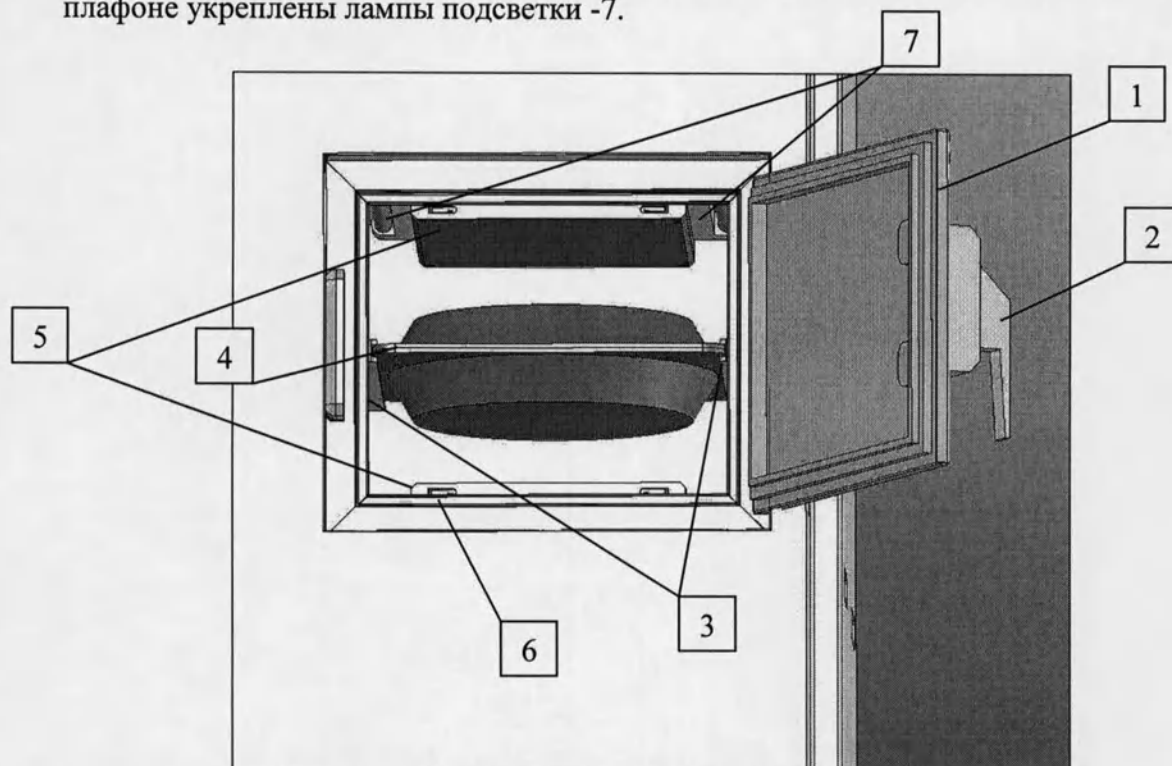

Рисунок 2. Внешний вид камеры облучения.
1.2.3 Камера облучения (рисунок 2) имеет открывающуюся дверь -1 с ручкой-замком -2, защищённую листом свинца толщиной 12 мм. Внутри камеры на её боковых поверхностях укреплены полозья - 3 для лотка -4 с облучаемым материалом. На верхней и нижней поверхности камеры укреплены плафоны -5, закрывающие отверстия для выхода пучка рентгеновского излучения от рентгеновских трубок. На плафонах укреплены блокировочные переключатели БК1-БК4 -6. На верхнем плафоне укреплены лампы подсветки -7.
КО (рисунок 2) предназначена для облучения донорской крови и её компонентов, защиты персонала от рентгеновского излучения в процессе облучения, а также для размещения облучаемого материала в радиационном поле, создаваемым рентгеновскими трубками. С этой целью она снабжена двумя отверстиями для ввода пучка рентгеновского излучения от блоков с рентгеновскими трубками и защищена совместно с блоками с рентгеновскими трубками свинцовыми стенками толщиной 12 мм и 6 мм, а также свинцовой дверью толщиной 12 мм. Дверь снабжена ручкой-замком с ключами и блокирующей кнопкой. Для размещения облучаемого материала внутри камеры используется лоток, в который можно разместить до 3-х литров донорской крови в упаковке из пластиковых пакетов от 300 мл до 500 мл или в упаковке с иным объёмом. Лоток устанавливается в геометрическом центре камеры при помощи направляющих, расположенных на боковых поверхностях камеры. Внутренний объём камеры составляет около 41.5 литра, а внутренние размеры: 382х320х340 мм. Это позволяет разместить внутри камеры кроме облучаемого материала две ионизационные камеры, подключённые к дозиметру и закрытые пластиковыми плафонами. Ионизационные камеры позволяют измерять дозу облучения рентгеновских трубок для контроля повторяемости выработки дозы облучения и контроля эмиссии рентгеновских трубок в процессе эксплуатации. Дополнительно для проведения работ по обслуживанию на нижнем плафоне укреплён разъём для подключения дополнительной ионизационной камеры, используемой при настройке режимов работы рентгеновских трубок в процессе изготовления и технического обслуживания аппарата. На плафонах укреплены по два блокирующих контакта БК1 - БК4. Контакты БК1 и БК2 расположены на верхнем плафоне и служат: БК1 – для блокировки включения трубки 1 при открытой двери камеры, а БК2 – для блокировки включения ламп освещения внутри камеры и блокировки включения индикатора «Дверь открыта». Контакты БК3 и БК4 расположены на нижнем плафоне и служат: БК3 – для блокировки включения